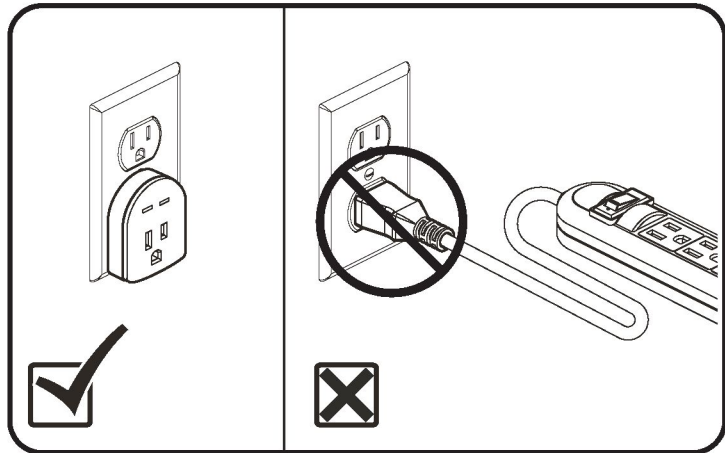

Abbildung 4.3 Überspannungsschutz
7. Stecken Sie das Netzkabel direkt in eine Steckdose. **Verwenden Sie kein Verlängerungskabel! Siehe Abb. 4.3.**
- Stecken Sie das Netzkabel direkt in eine Steckdose. **Verwenden Sie kein Verlängerungskabel! Siehe Abb. 4.3.**